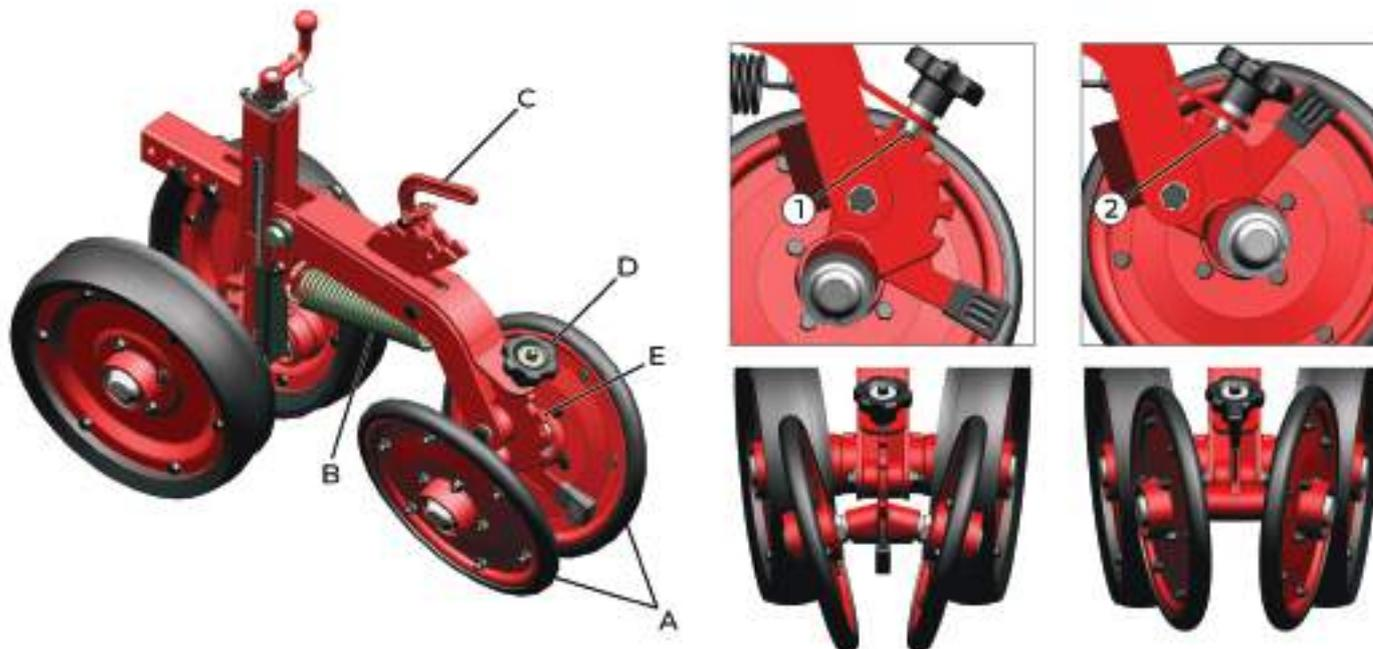

fig. 131
As bandas compactadoras em “V” (A) (fig. 131), realizam a pressão do solo lateralmente na semente e trabalham com várias opções de regulagens como pressão e ângulo de abertura das mesmas.
Certifique-se de que a alavanca (C) (*fig. 131*) e o regulador (E) estão na mesma posição em todas as linhas de plantio.